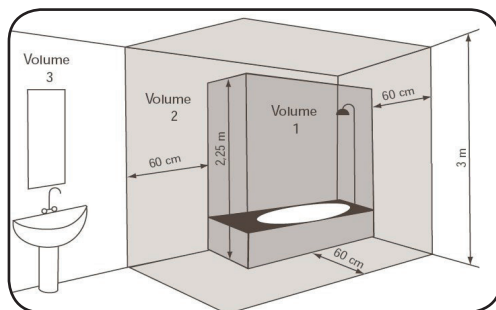

Abb.1: Aufstellung in Badezimmern/Feuchträumen
- ▶ Dieses Gerät darf in Badezimmern und Feuchträumen betrieben werden. Ausgenommen davon sind Bereiche 1 und 2 (siehe Abb. 1)
- ▶ Verwenden Sie dieses Gerät niemals in der unmittelbaren Nähe einer Badewanne, einer Dusche oder eines Schwimbeckens (siehe Abb. 1 auf Seite 7)